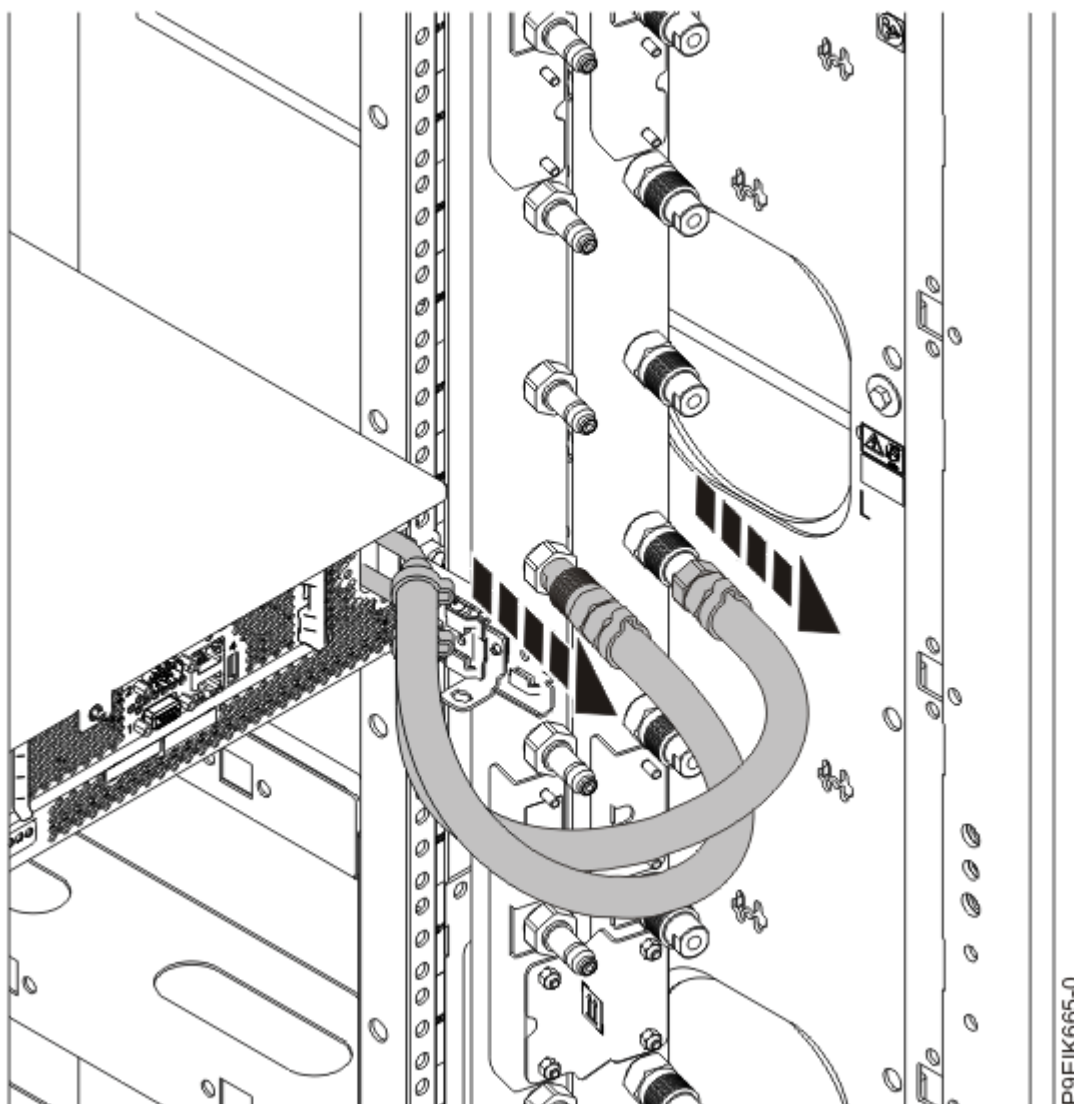

Figure 200. Débranchement des conduites d'eau
2. Dans le cas d'un système à refroidissement par eau, étiquetez et débranchez les conduites d'eau du collecteur. Tirez le raccord vers vous pour débrancher chaque conduite d'eau (voir Figure 200, à la page 231).